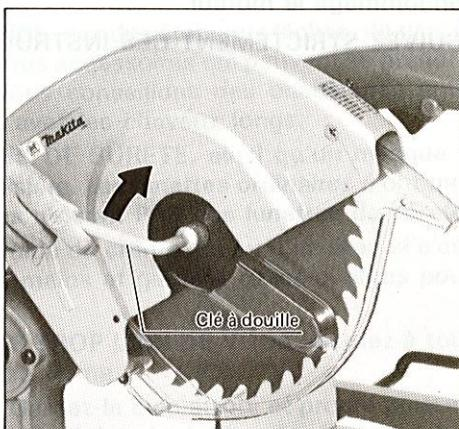

Fig. 2
- \* La lame est-elle fixée correctement? Fig. 2